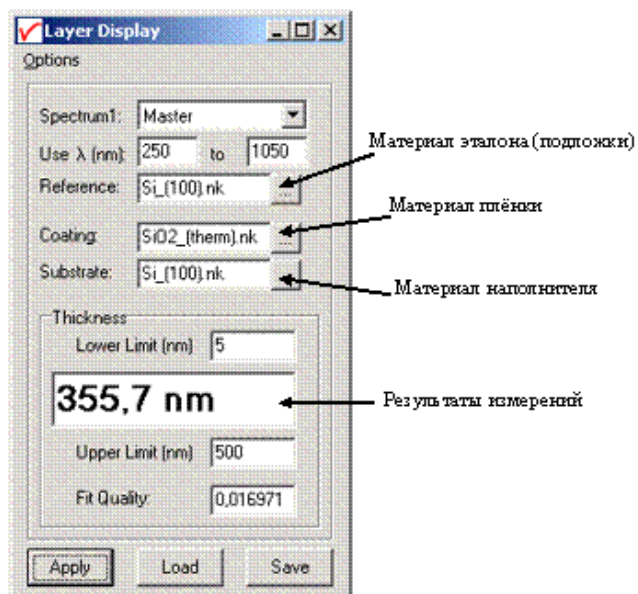

Рис. 1.7. Окно выставления значений параметров исследуемого образца
8. Выставить обозначения материалов подложки и пленки, выбрав их из базы данных (рис. 1.7).